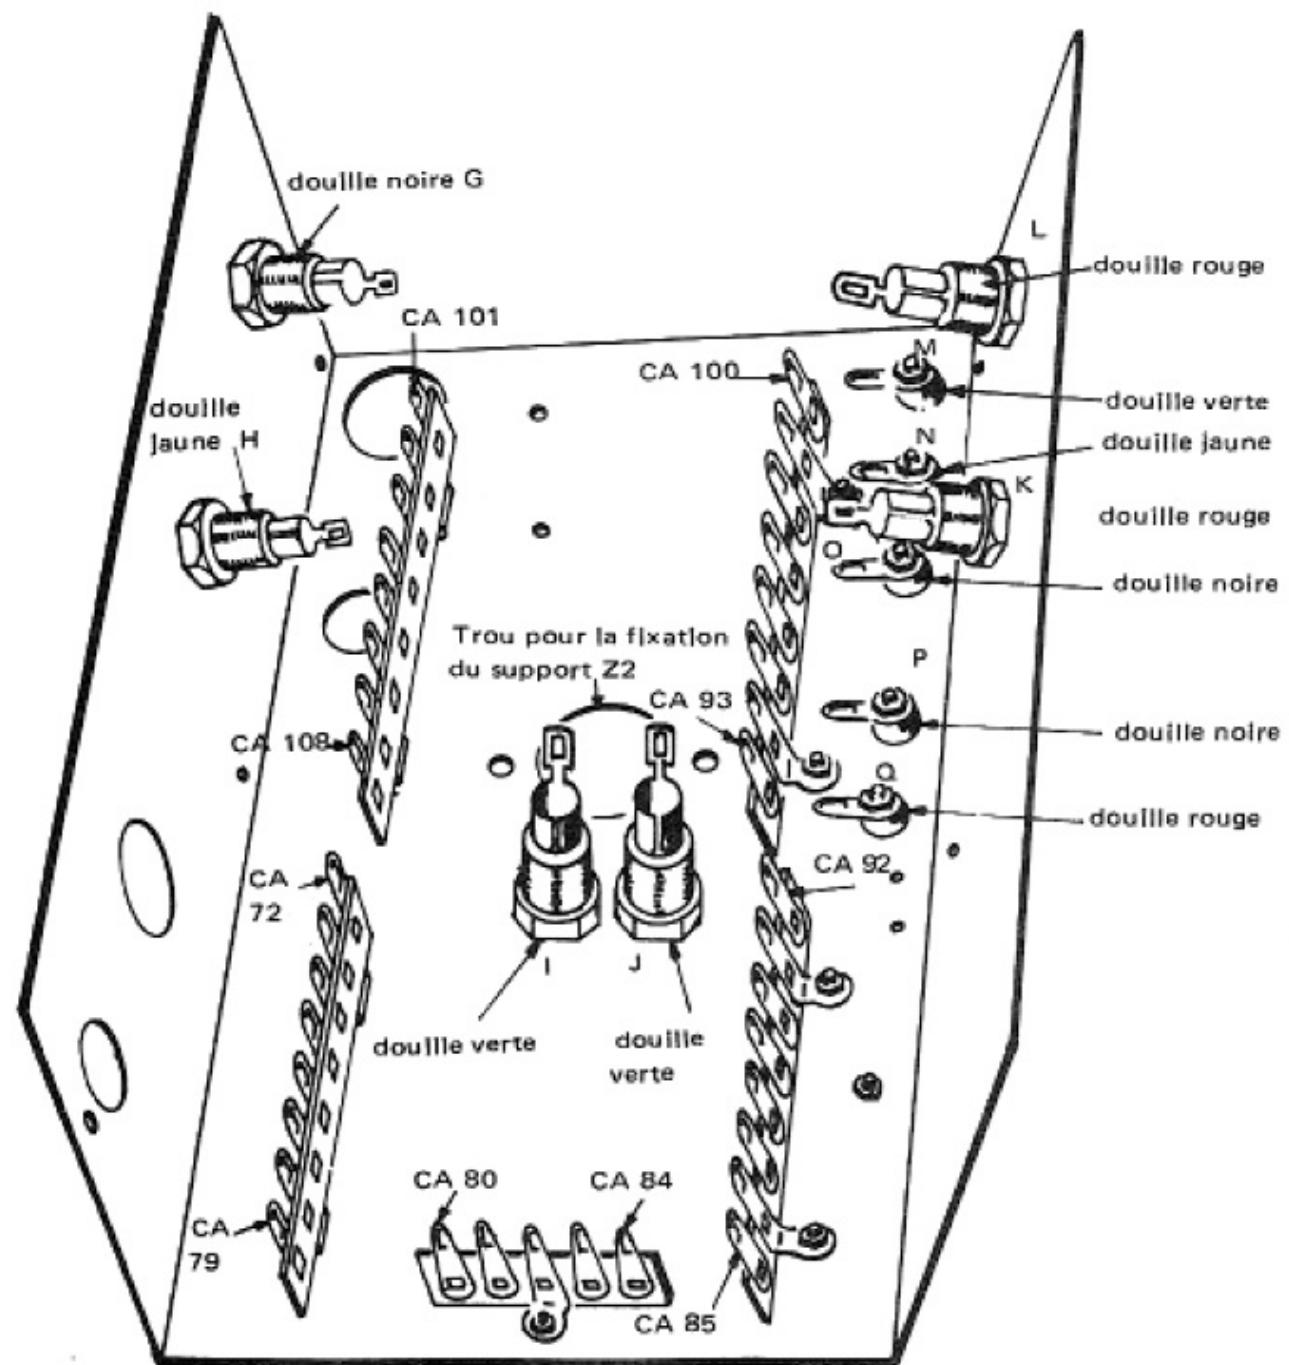

Figure 10
La figure 10 montre le sens d'orientation des cosses.
**PLACEZ** à l'intérieur du châssis, sur l'ouverture montrée à la figure 10 un support noval (que nous appellerons Z2) et **FIXEZ**-le à l'aide de deux vis de 3 X 6 mm et de deux écrous de 3 mm, après avoir orienté les cosses 1 et 9 vers la barrette K, comme indiqué sur la figure 11.
Si vous avez reçu un support noval du type B (voir figure 13-b de la leçon pratique 15) vous devez introduire ces cosses, dans l'ouverture montrée sur la figure 10 par le côté extérieur du châssis et le fixer sur le châssis à l'aide de deux vis de 3 X 6 mm et de deux écrous de 3 mm, après avoir orienté les cosses 1 et 9 vers la barrette K.